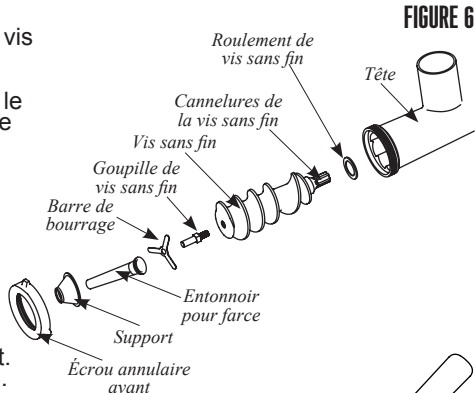

FIGURE 6
3. Insérer la vis sans fin, avec le roulement de la vis sans fin fixé sur la tête (FIGURE 6). Aligner les cannelures de la vis sans fin à l'arbre d'entraînement du hachoir.